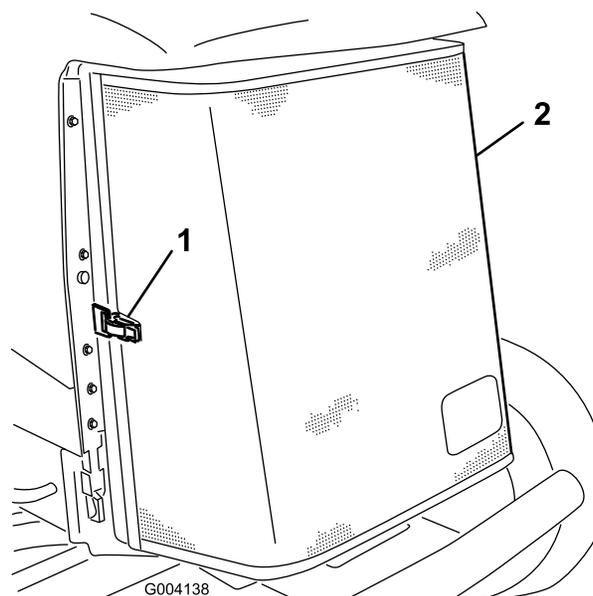

Рисунок 61
3. Откройте защелку и откиньте заднюю решетку (Рисунок 61).